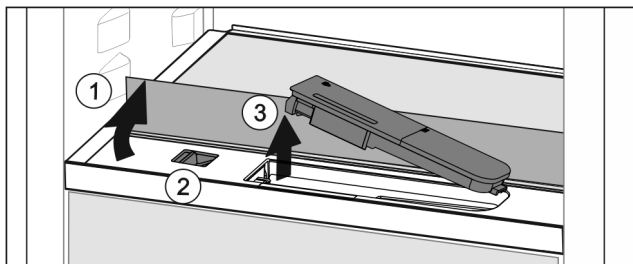

Fig. 134
- ▶ Nadvihnite sklenú dosku a až na doraz ju sklopte dozadu Fig. 134 (1).
- ▶ Potlačte posúvač Fig. 134 (2) doľava.
- ▶ Vyberte nádržku na vodu Fig. 134 (3).